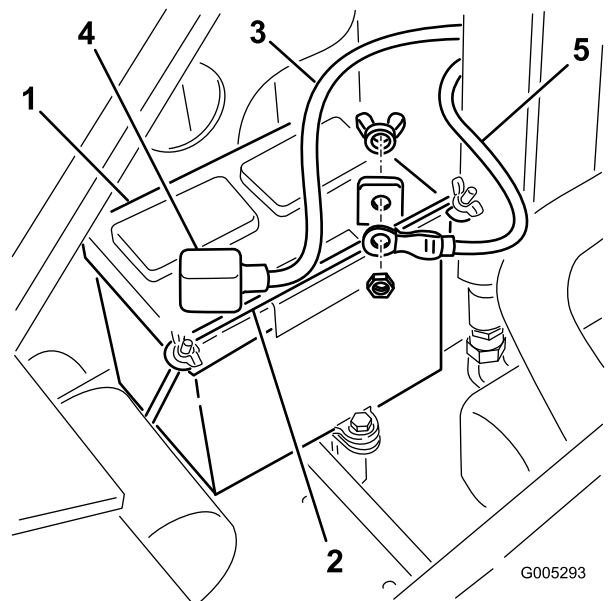

図 32
- バッテリー固定用の蝶ナットとバーを外す 図 32。
- バッテリー端子から、マイナス黒アース側ケーブルを外す 図 32。締結具はすべて保管しておく。
- バッテリー端子から、プラス赤ケーブルを外す 図 32。締結具はすべて保管しておく。
1. 先ほど取り外したねじ類を再使用して、プラスケーブル赤いケーブルをバッテリーのプラス端子に取り付ける 図 32。
3. 先ほど取り外したねじ類を再使用して、マイナスケーブル黒いケーブルをバッテリーのマイナス端子に取り付ける 図 32。
4. 押さえ棒と蝶ナットでバッテリーを固定する 図 32。